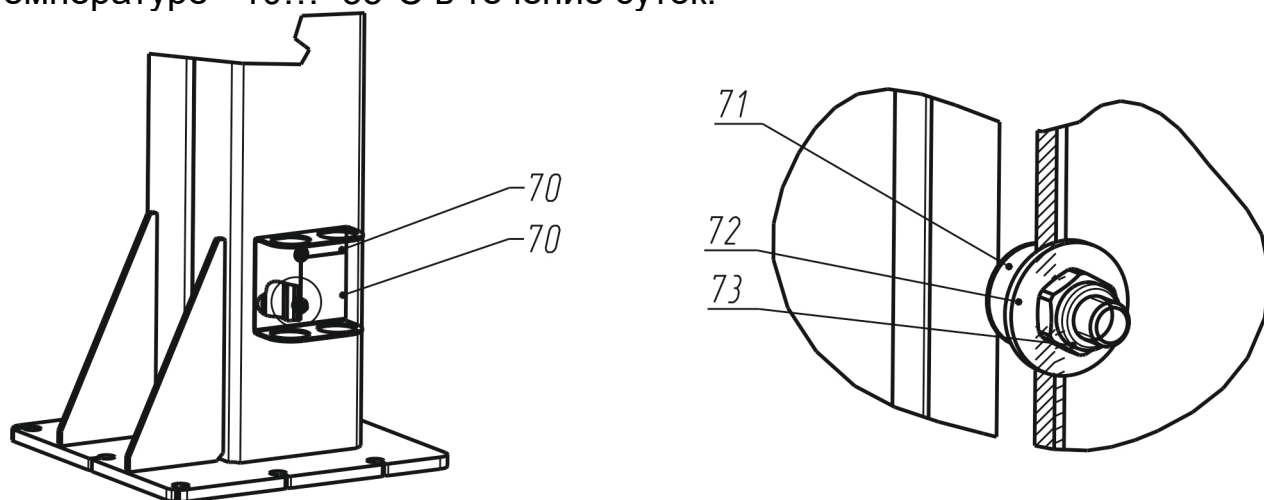

Рисунок 6.10 – Установка подставок
6.16 Для установки подставок (см. Рисунок 6.10) необходимо поднять и установить на стопор каретку.